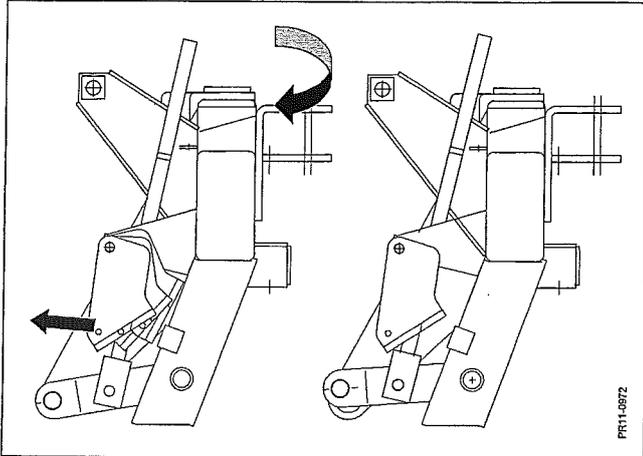

Fig. 3-12
- Fig. 3-12 1) Ehe die Maschine von der Arbeitsstellung und nach hinten gedreht wird, wird die Parksperre mit dem Seiltrieb aktiviert.
- Fig. 3-12 1) Ehe der Ausleger in Arbeitsstellung gesenkt wird, die Parksperre mit dem Seiltrieb aktivieren.